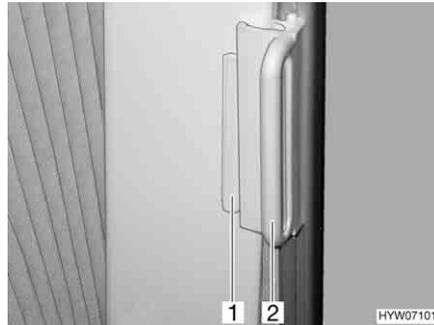

Bild 109 **Faltverdunklung, Fahrerhausfenster**
- Die **Faltverdunklungen** am **Griff** (Bild 109,2) fassen und vorsichtig zuziehen, bis der **Magnetverschluss** die **Faltverdunklung** geschlossen hält.
- Den **Griff** (Bild 109,2) auf den **Aufsatz** (Bild 109,1) schieben. Die **Faltverdunklung** ist gesichert.